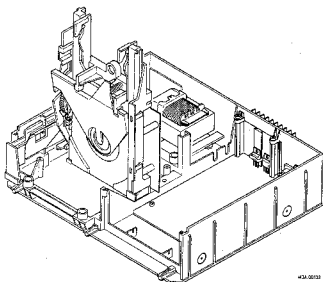

Fig. 3
SERVICEARBEITEN AM "SERVO + PREAMPL." PRINT (siehe Bild 3)
- Die Zusammenstellung mit Lademechanismus / CDM / "Servo + pre.-ampl." Print lässt sich nun aus dem Rahmen herausnehmen und ist in den dafür vorgesehenen Servicestützen in dem Rahmen (siehe Bild 3) senkrecht anzuordnen.